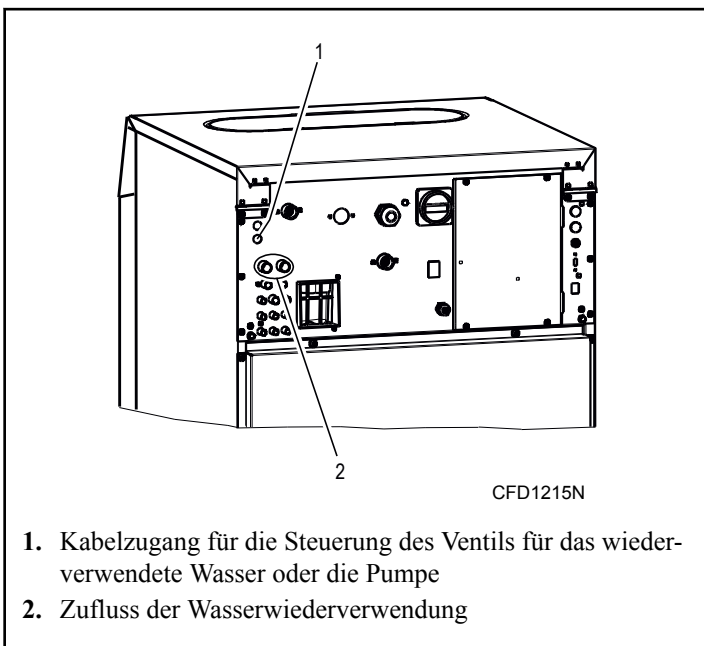

Abbildung 22
1. Bohren Sie die Schutzabdeckungen für den Zufluss des wiederverwendeten Wassers mit einem Bohrer mit dem Durchmesser 15 mm [0,59 Zoll] auf. Siehe *Abbildung 22*.
3. Führen Sie eine Kabelbuchse in die Öffnung ein und ziehen Sie das Kabel durch die Buchse. Siehe *Abbildung 22*.